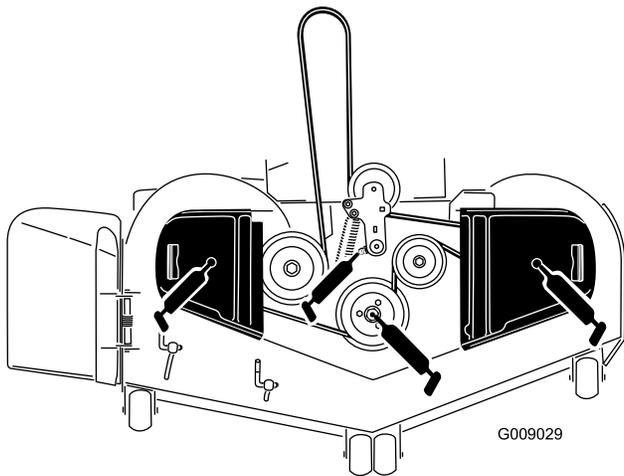

Figura 37
3. Engrase el pivote de la polea tensora de la carcasa de corte hasta que salga grasa por el extremo inferior (Figura 37).
4. Engrase los 3 cojinetes de los ejes hasta que salga grasa de las juntas inferiores (Figura 37).
5. Engrase el brazo tensor de la correa de transmisión (Figura 37).